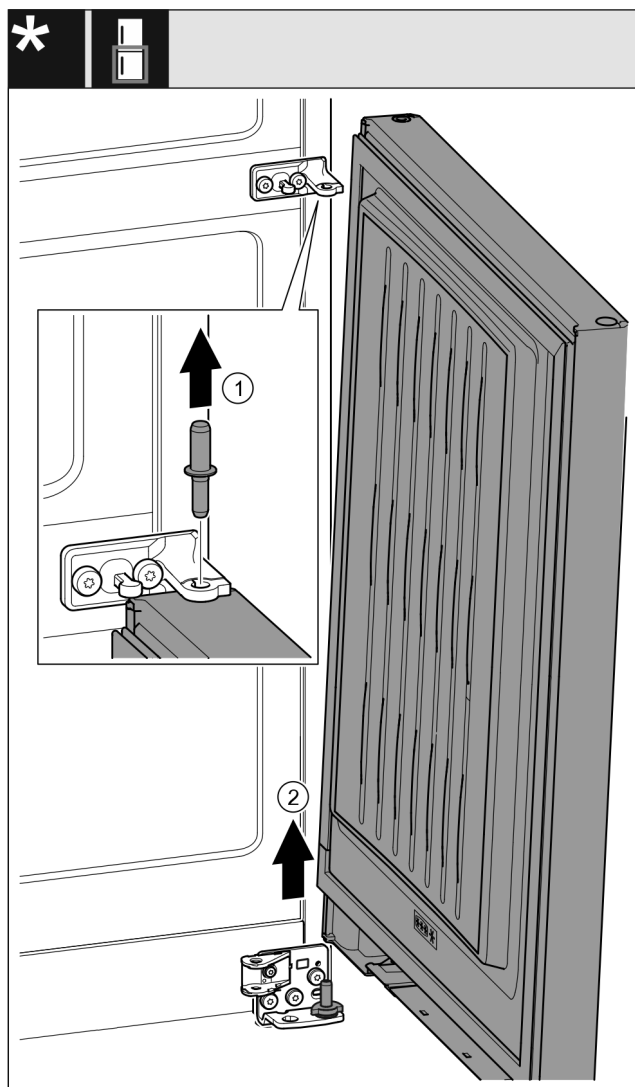

Fig. 21 \*
- Bolzen nach oben herausziehen. Fig. 21 (1) \*
- Tür herausschwenken, nach oben ziehen und beiseitestellen. Fig. 21 (2) \*